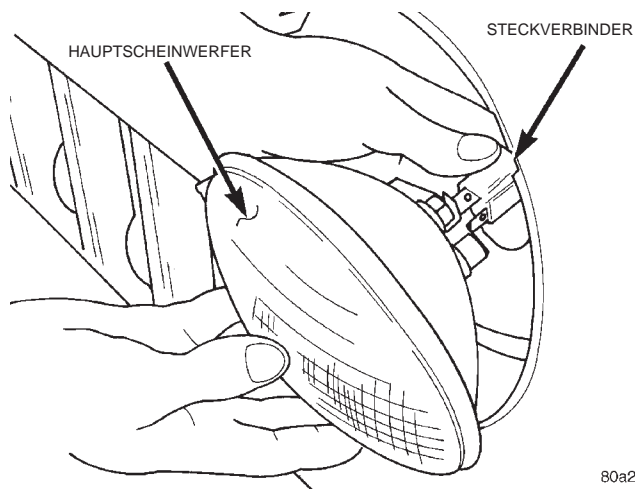

Abb. 3 Steckverbinder des Hauptscheinwerfers
(3) Steckverbinder von der Glühlampe abziehen und Glühlampe vom Reflektorgehäuse abnehmen (Abb. 3).